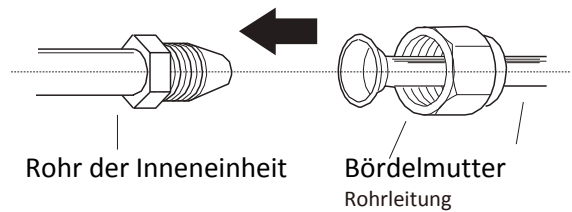

Abb. 5.7
1. Richten Sie die Mitten der zwei zu verbindenden Rohre zueinander aus. siehe **Abb. 5.7**.